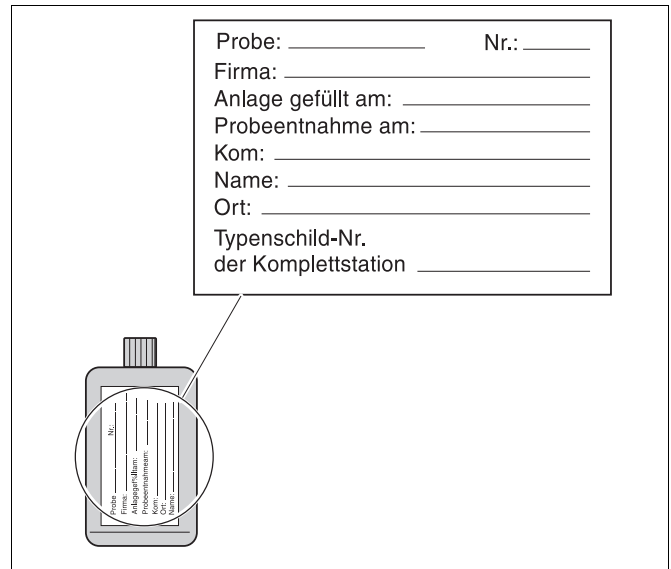

Abb. 24 Solarfluidprobe
- Nach einer Stunde Laufzeit etwa 100 ml Solarfluid am FE-Hahn entnehmen und in mitgelieferte Flasche einfüllen (Abb. 24).